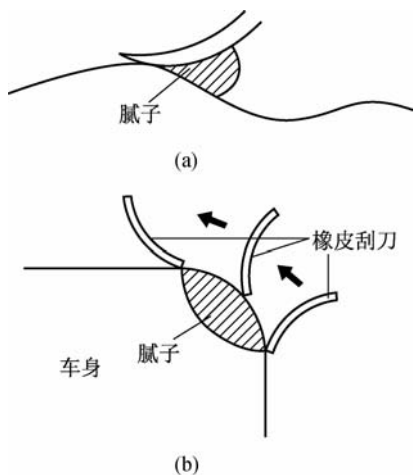

图 8-62 腻子的曲面刮涂
② 腻子的曲面刮涂方法。现代轿车的车身大多数都采用流线型,根据损坏底材表面形状的不同,选用弹性不同的塑料、橡胶或者钢制的刮刀。使用弹性不同的刮刀,可以促使修补作业合理化。第一步和第二步可采用填刮,第三步应换用橡皮刮刀进行刮涂,以刮出正确的曲面形状。车身曲面腻子的刮涂如图 8-62 所示。